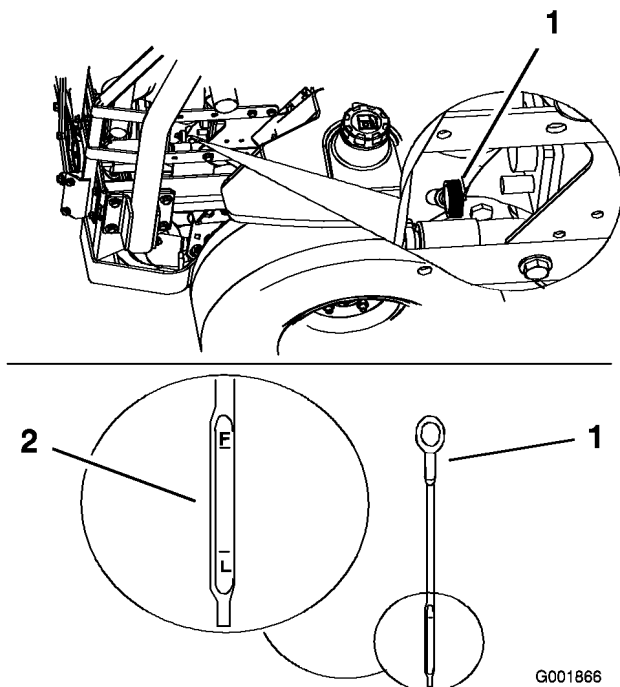

Figura 43
4. Retire la varilla de aceite y limpie el extremo metálico (Figura 43).
5. Introduzca la varilla a fondo en el tubo de llenado. Retire la varilla y observe el extremo metálico (Figura 43). Si el nivel de aceite es bajo, vierta lentamente sólo la cantidad de aceite suficiente en el orificio de llenado para que el nivel llegue a la marca Lleno.